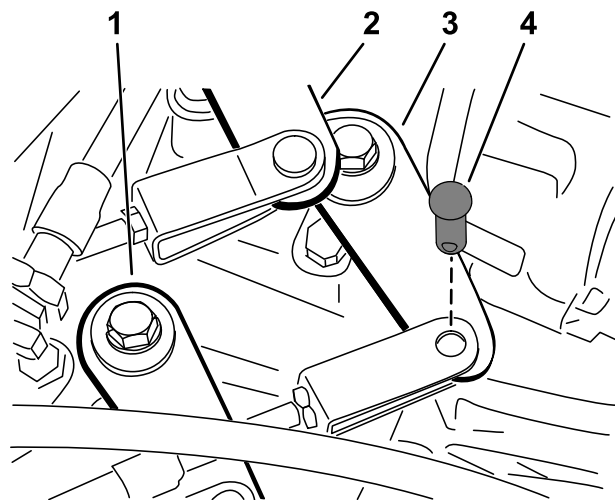

図 45
2. シフトケーブルをトランスアクスルのシフトアームに固定しているクレビスピンを取る図 45。
- ハイ・ロー切り替えケーブルをトランスアクスルに固定しているクレビスピンを取る 図 45。